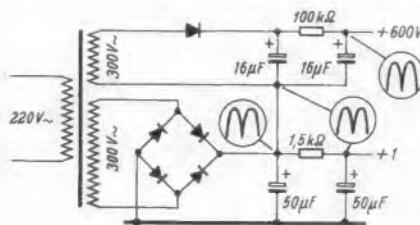

Bild 1. Originalschaltung; Anodenspannung + 600 V verbrummt, Oszillogramme mit einem zweiten Oszillografen gemessen
Die Anordnung der Bedienungsorgane, Instrumente und Prüffassungen geht aus dem Foto Bild 1 sowie aus Bild 8 hervor. Zur Montage der Drucktastenleisten für den Kreuzschienenverteiler und die Belastungswiderstände wurden Distanzrollen verwendet. Ihre Länge (13 mm) ist so bemessen, daß die Tasten 8 mm aus der Platte herausragen. Das Tastenfeld wird von einem Rahmen aus Vierkant-Aluminium 12 × 12 mm eingeschlossen, der das Auflegen von Prüfkarten ermöglicht.
1. Mit dem Netzteil nach Bild 8, Seite 42 der FUNKSCHAU Heft 2/1959, bleibt am Ladekondensator von 50  $\mu$ F noch eine hohe Wechselspannung stehen, so daß die Hochspannung, deren Wicklung hier angeschlossen ist, völlig verbrummt wurde (Bild 1). Der Elektronenstrahl wurde zwei- bis dreimal nebeneinander geschrieben. Bemerkte sei, daß sämtliche Elektrolytkondensatoren in Ordnung waren.